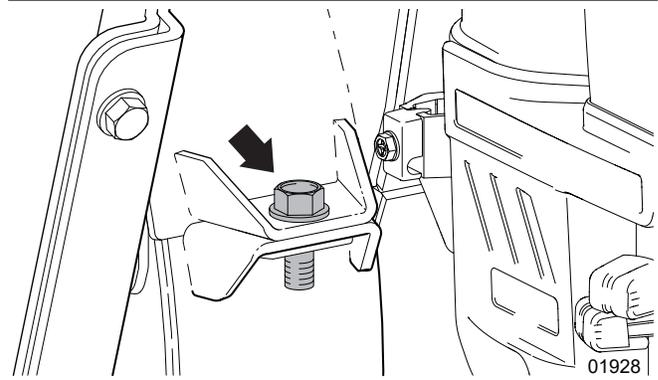

Fig. 20 – Boulon supérieur du logement du rotor
7. Installez le boulon de retenue du boîtier supérieur. Voir Fig. 20.